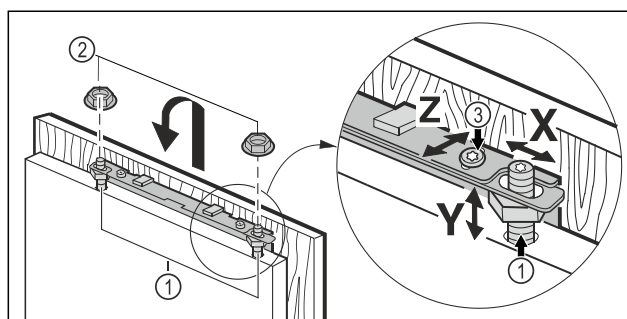

Fig. 45
- Zavěste nábytková dvířka na ustavovací čepy Fig. 45 (1) a pojistné matice Fig. 45 (2) a na ně volně našroubujte pojistné matice.
- Nábytkové dveře vyrovnejte ve výšce Y a ve stranovém sklonu: Ustavovací čepy Fig. 45 (1) nastavte šroubovákem.
- Pojistné matice Fig. 45 (3) dotáhněte.